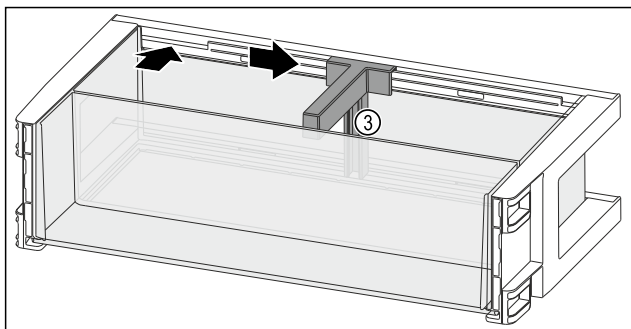

Fig. 146
- ▶ Установите держатель для бутылок Fig. 146 (3) в выемку.
- ▶ Сместите держатель для бутылок Fig. 146 (3) в нужное положение в сторону.